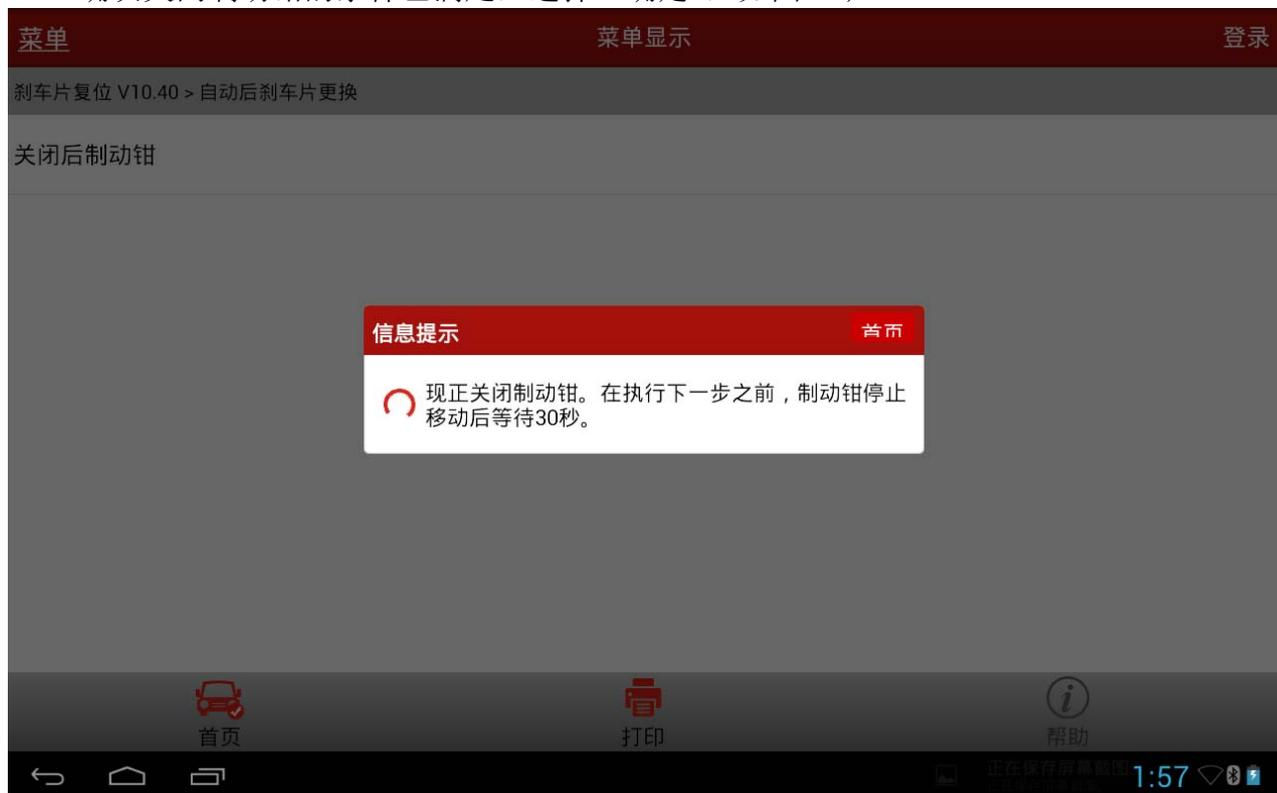

图 17
18). 确认关闭制动钳的条件已满足，选择“确定”，如图 17；